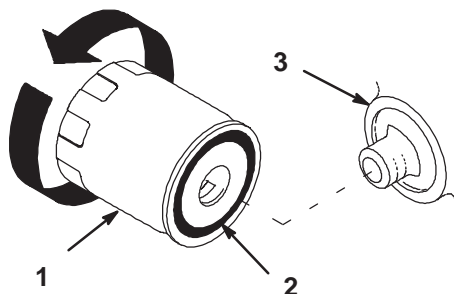

Figure 39
2. Déposez le filtre à huile usagé et essuyez la surface du joint de l'adaptateur (Fig. 39).
4. Appliquez une fine couche d'huile neuve sur le joint en caoutchouc du filtre de rechange (Fig. 39).
5. Posez le filtre à huile de rechange sur l'adaptateur. Tournez le filtre dans le sens horaire jusqu'à ce que le joint en caoutchouc touche l'adaptateur, puis donnez 1/2 tour supplémentaire (Fig. 39).